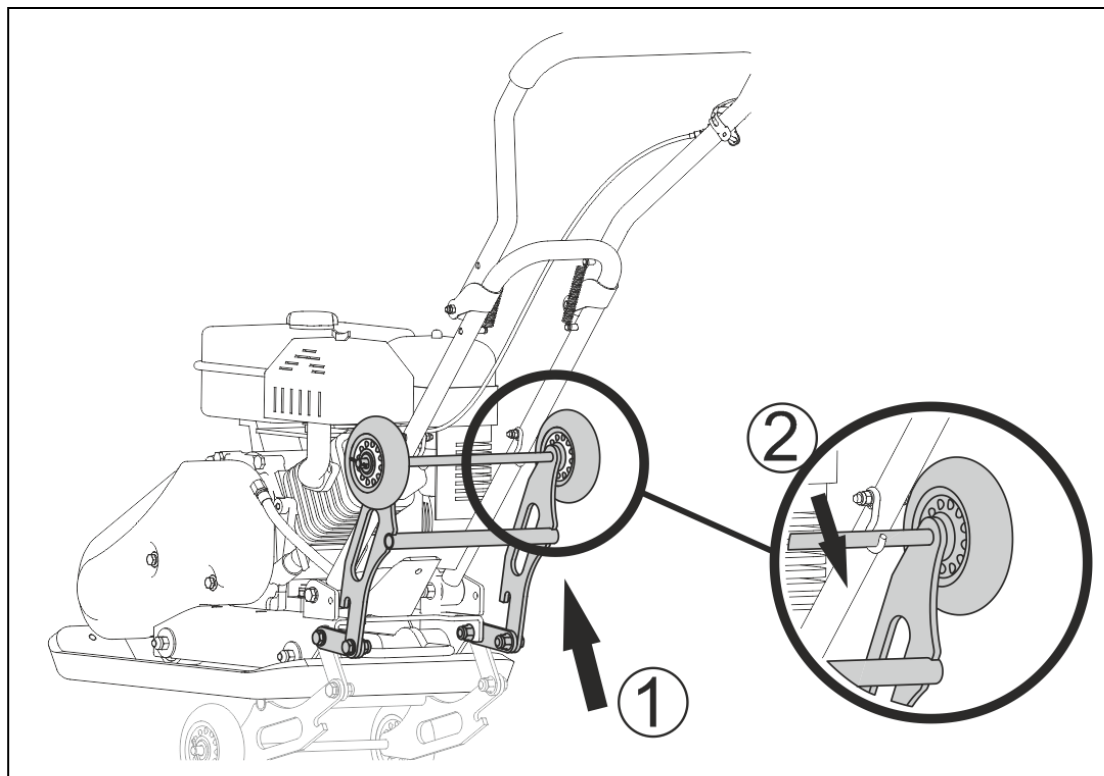

Рис. 6. Фиксация транспортировочной тележки в нерабочее положение.
5. В случае, когда необходимо будет перевести транспортировочную тележку в нерабочее положение, поднимите ее вверх, после чего зацепите за специальные крючки. В этом положении виброплита приобретает статичность (Рис. 6).